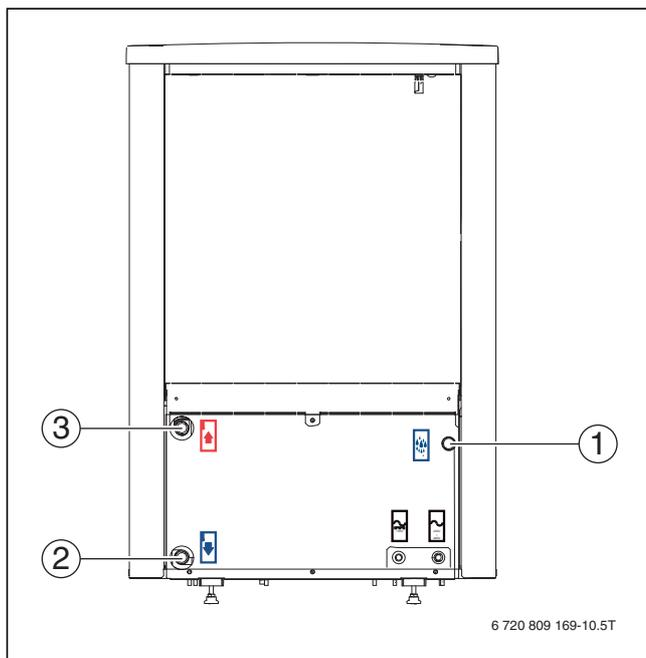

Bild 13 Wärmepumpenanschlüsse. Gültig für alle Größen.
- ▶ Rohr für Primärkreiseingang vom Inneneinheit anschließen (→ [2], Abb. 13).
- ▶ Rohr für Primärkreis Ausgang zum Inneneinheit anschließen (→ [3], Abb. 13).